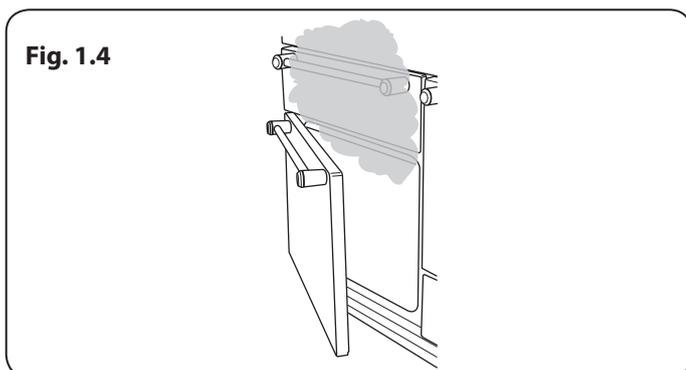

Fig. 1.4
- La cuisson d'aliments à haute teneur en eau peut produire une « bouffée de vapeur » à l'ouverture de la porte du four. Lorsque vous ouvrez la porte du four, reculez-vous et attendez que la vapeur se soit dissipée. (**Fig. 1.4**).